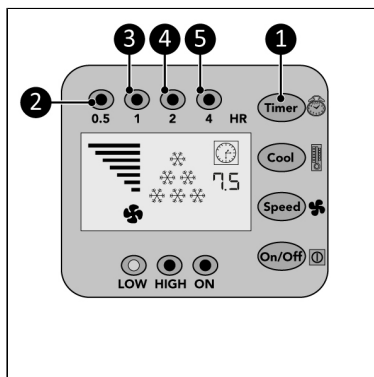

Figur 94.
- Tryck på kylningsknappen (Figur 94, pos. 1) upprepade gånger för att ställa in önskad omgivningstemperatur:
- 28 °C, displayen visar 1 kylningsindikering (Figur 94, pos. 4).
- 25 °C, displayen visar 2 kylningsindikeringar (Figur 94, pos. 3).
- 22 °C, displayen visar 3 kylningsindikeringar (Figur 94, pos. 2).
- <22 °C, displayen visar 6 kylningsindikeringar (Figur 94, pos. 2).